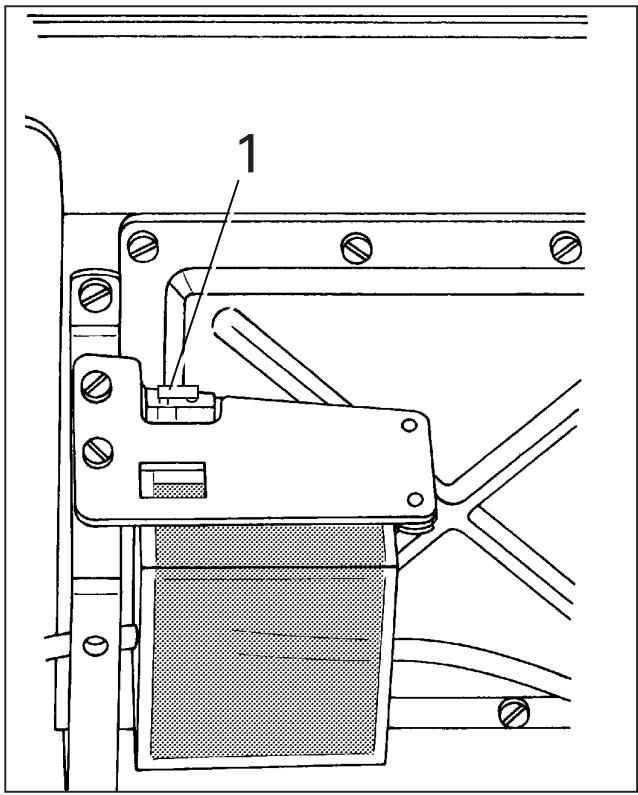

Fig. 1
- Enlever le bouchon 1 (fig. 1). Celui-ci ne sert que de sécurité pendant le transport et de peut être utilisé pendant la couture.